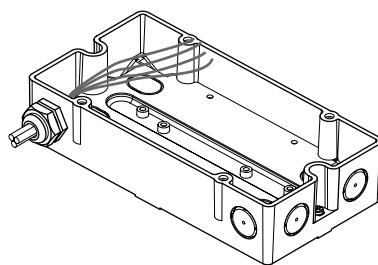

Fig. 5
4. Secure the M20 cable glands on the housing and guide in the cables (Fig. 5).
4. Befestigen Sie die Kabelverschraubungen M20 am Gehäuse und führen Sie die Kabel ein (Fig. 5).